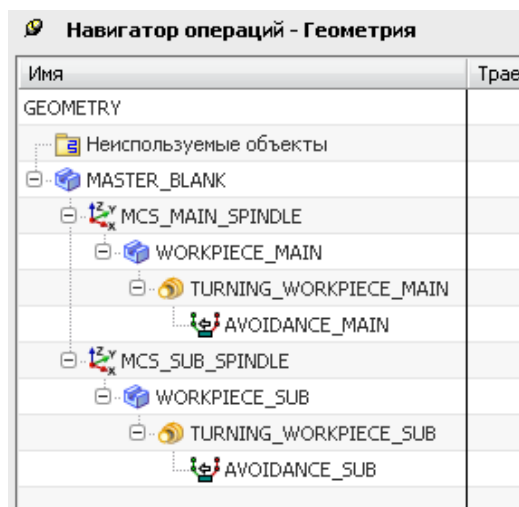

Рисунок 1.3 – Окно навигатора операций
- Нажмите на значок "+", чтобы раскрыть группы (рисунок 1.3).